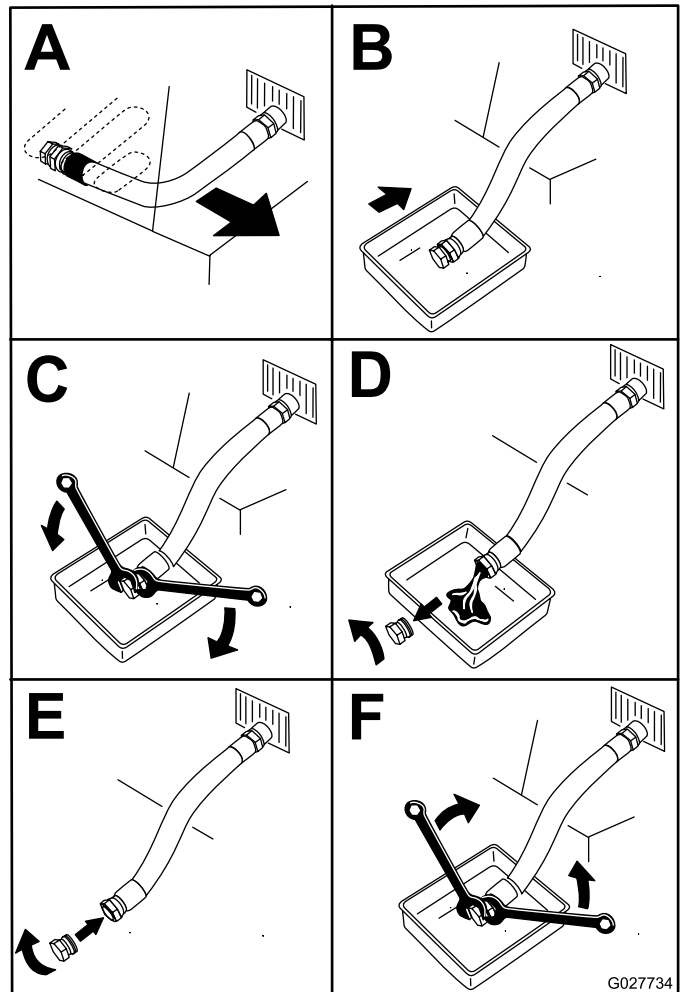

Figure 64
5. Vidangez l'huile moteur (Figure 64).